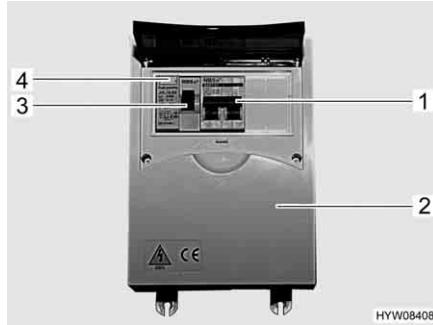

Bild 49 230-V-Sicherungskasten mit Leitungsschutzschalter und FI-Schalter
Ein Fehlerstrom-Schutzschalter (FI-Schalter) (Bild 49,3) im Sicherungskasten (Bild 49,2) sichert das gesamte Fahrzeug gegen Fehlerstrom (0,03 A) ab.
Der nachgeschaltete Leitungsschutzschalter (10 A) (Bild 49,1) sichert die 230-V-Steckdosen, den Kühlschrank und den Elektroblock ab.
- Wenn das Fahrzeug an die 230-V-Versorgung angeschlossen ist, die Prüftaste (Bild 49,4) drücken. Der Fehlerstromschutzschalter (FI) muss auslösen.